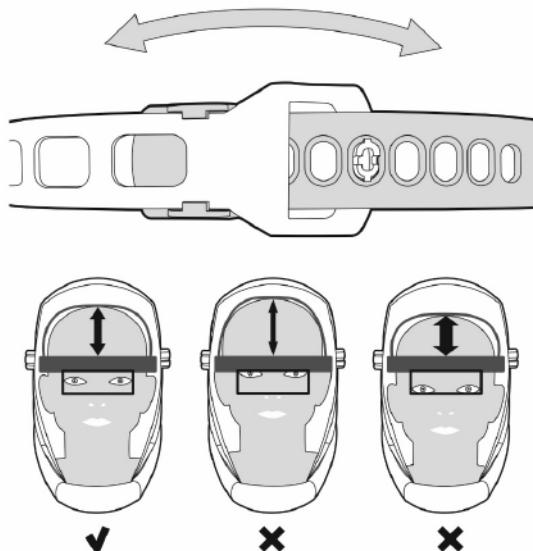

Рис. 8.2.2. Вертикальная регулировка.
**Вертикальная регулировка по высоте** (См. рис. 8.2.2.): уменьшая или увеличивая размер ремня, отрегулируйте размер наголовника так, чтобы глаза находились в средней части светофильтра.